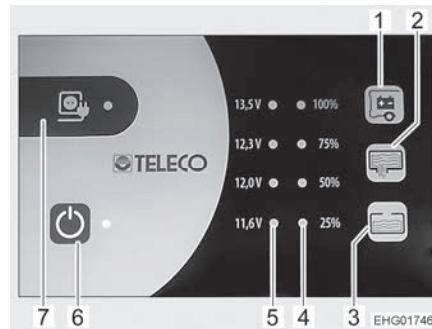

Fig. 105 Panel (TP 310) (imagen similar)
El LED amarillo en el símbolo de conexión a la red "⚡" (Fig. 105,7) estará iluminado mientras que el vehículo esté conectado a una alimentación de red externa. Entonces, el LED también estará iluminado al estar el panel desconectado.
- ▷ Por razones de seguridad, no es posible activar el interruptor principal de 12 V (Fig. 105,6) con el motor del vehículo en marcha, para evitar que se pueda manipular el panel durante la marcha.
El interruptor principal de 12 V (Fig. 105,6) conecta y desconecta el panel y la alimentación de 12 V del habitáculo.
- Pulsar el interruptor "⏻" (Fig. 105,6): La alimentación de 12 V del habitáculo está conectada. El LED está iluminado de color verde.
- Volver a pulsar el interruptor "⏻" (Fig. 105,6): La alimentación de 12 V del habitáculo está desconectada. El LED se apaga.
La serie de LED (Fig. 105,5) indicará la tensión de batería de la batería del habitáculo del modo siguiente:
- Pulsar la tecla "🔌" (Fig. 105,1): Indica la tensión de la batería del habitáculo.
La serie de LED (Fig. 105,4) indicará el nivel de llenado del depósito de agua potable o del depósito de aguas residuales.
Pulsar la tecla "☰" (Fig. 105,2): Los LED iluminados indicarán el nivel de llenado del depósito de agua potable.
Pulsar la tecla "☷" (Fig. 105,3): Los LED iluminados indicarán el nivel de llenado del depósito de aguas residuales.